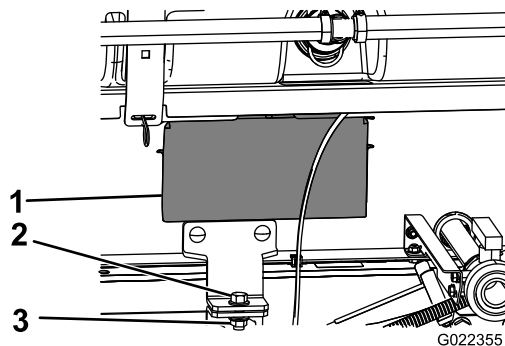

Bild 13
12. Öffnen Sie die beiden Zugangsplatten an beiden Seiten des Behältergestells und stellen Sie sicher, dass keine Schläuche oder Kabel gequetscht sind (Bild 13).
15. Befestigen Sie das Behältergestell mit einer Schraube ($\frac{1}{2}$ " x $1\frac{1}{2}$ ") und einer Sicherungsmutter ($\frac{1}{2}$ ") am Rahmen, wie in Bild 13 abgebildet.